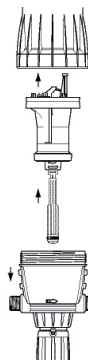

Abb. 17
- Den kompletten Motorkolben durch Ziehen nach oben entfernen (Abb. 17).